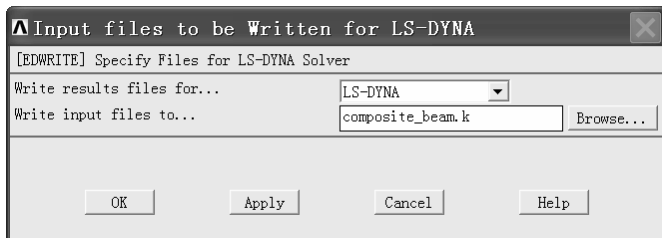

图 2-182 “Input files to be Written for LS-DYNA” 窗口 (2)
(3) 在 “Write input files to...” 窗口中 “文件名 (N):” 后的方框中输入 “composite_beam.k”, 单击 “保存” 按钮, 然后再回到 “Input files to be Written for LS-DYNA” 窗口 (见图 2-182)。